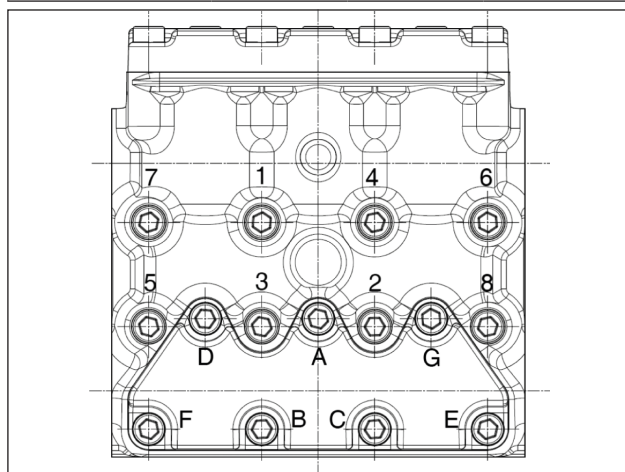

Fig. 24
** Les vis de fixation de la culasse, rep. vue éclatée 39 (65-KFR), doivent être serrées avec une clé dynamométrique, en lubrifiant la tige filetée et en respectant l'ordre indiqué sur le schéma de la Fig. 24.
*** Les vis de fixation des couvercles de la soupape, rep. vue éclatée 40 (61-KFR), doivent être serrées avec une clé dynamométrique, en lubrifiant la tige filetée et en respectant l'ordre indiqué sur le schéma de la Fig. 24.